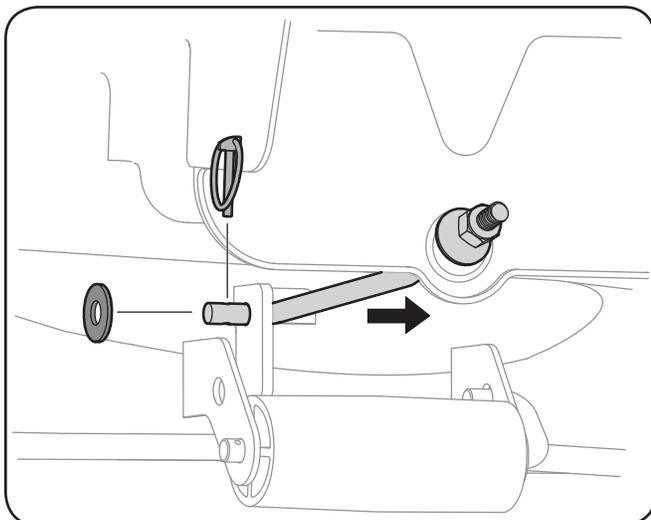

Figure 7-4
- Dégagez la goupille fendue de l'extrémité de la tige de stabilisation et dégagez celle-ci du support d'accrochage du plateau de coupe. Voir la Figure 7-4.